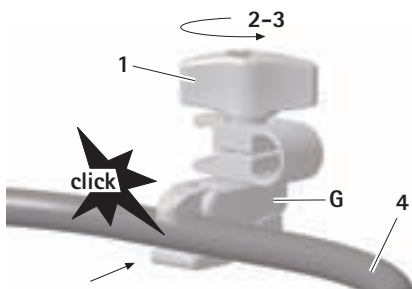

Fig. 6
- Fixar o grampo de fixação **G** na posição pretendida no quadro **4** (BV814R/BV815R), ver Fig. 6. O grampo de fixação **G** fica automaticamente preso no quadro **4**.